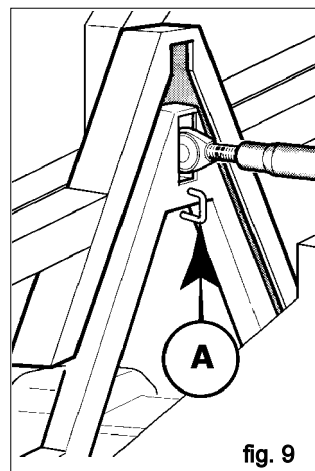

fig. 9
- 2) Den Traktor der Sämaschine nähern. Durch Betätigung des Hubwerks das Anschlußdreieck auf die vertikale Linie des Kopplungsdreiecks der Sämaschine setzen (Abb. 9).
- 4) Die Landwirtschaftsmaschine anheben, bis beide Teile sowohl hinsichtlich auch längs der Gleitschienen des Dreiecks perfekt übereinstimmen; ist dies der Fall, so wird automatisch der Federstift ausgelöst und die beiden Maschinen miteinander verkoppelt (A Abb. 9). Die Stützbeine wieder abnehmen.